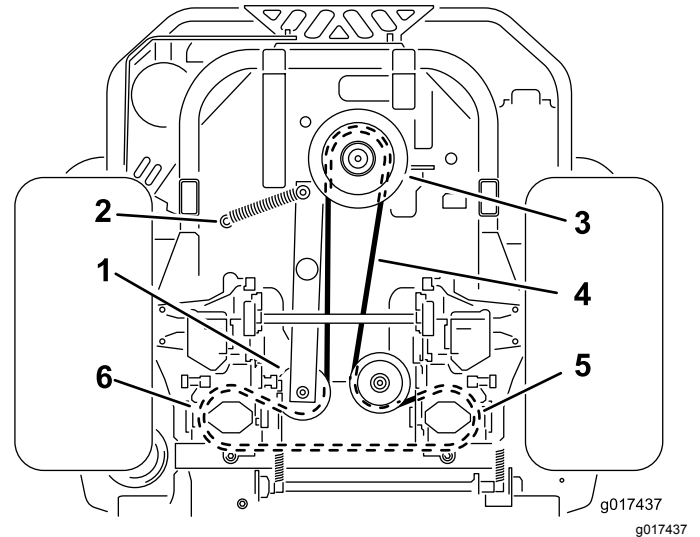

Figure 60
4. Soulevez la machine sur des chandelles (Figure 60).
6. Décrochez le ressort de la poulie de tension du tenon (Figure 60).